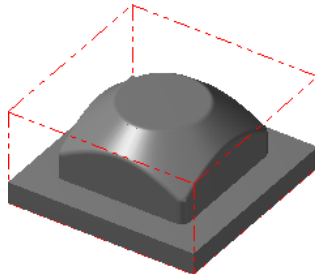

图 6.3 显示工件
Step4. 单击“机器群组属性”对话框中的 **✓** 按钮，完成工件的设置。此时零件如图 6.3 所示，从图中可以观察到零件的边缘多了红色的双点画线，双点画线围成的图形即为工件。